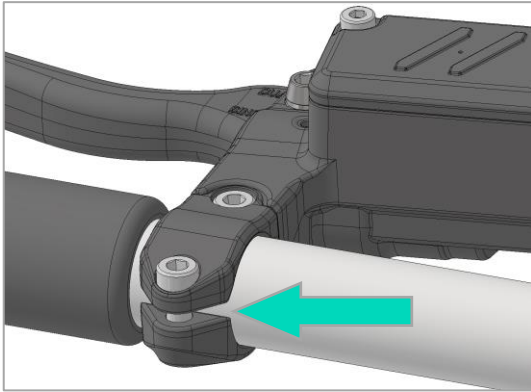

Abbildung 2 - Spalt an Lenkerklemmschelle
3. Untere Schraube mit Drehmoment (siehe Tabelle 1, S. 4) anziehen. Es muss ein sichtbarer Spalt verbleiben um den festen Sitz der Bremsarmatur zu gewährleisten (siehe Abbildung 2, S. 6).